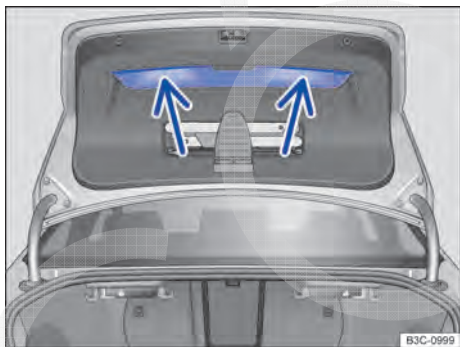

Fig. 36 Tampa do compartimento de bagagem aberta: rebaxos para puxar.
- Segurar um dos rebaxos do revestimento interno da tampa do compartimento de bagagem ⇒ Fig. 36 (seta).